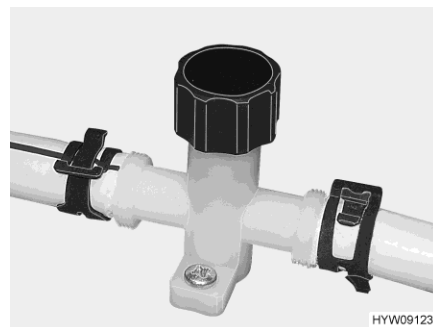

Fig. 149 Rubinetto di scarico (tubatura dell'acqua)
- Chiudere i rubinetti di scarico (Fig. 150 e Fig. 149). Chiudere i coperchi in senso orario oppure posizionare la leva a bilanciere in posizione orizzontale. L'ubicazione delle valvole di sicurezza/di scarico e dei rubinetti di scarico è riportata al paragrafo 10.6, alla fine di questo capitolo.